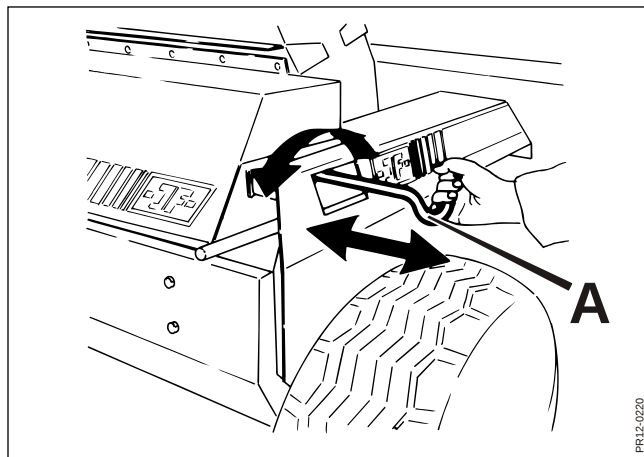

Fig. 4-29
- Fig. 4-29** 7. Grib fat i håndtaget A og giv forsigtig tilspænding ved at dreje på håndtaget til stenen netop rører knivene. Træk nu stenen i en langsom glidende bevægelse hen over hele rotoren og tilbage igen. Giv lidt mere tilspænding og gentag bevægelsen hen over hele rotorens bredde, således at knivene i hele rotorens bredde slibes.